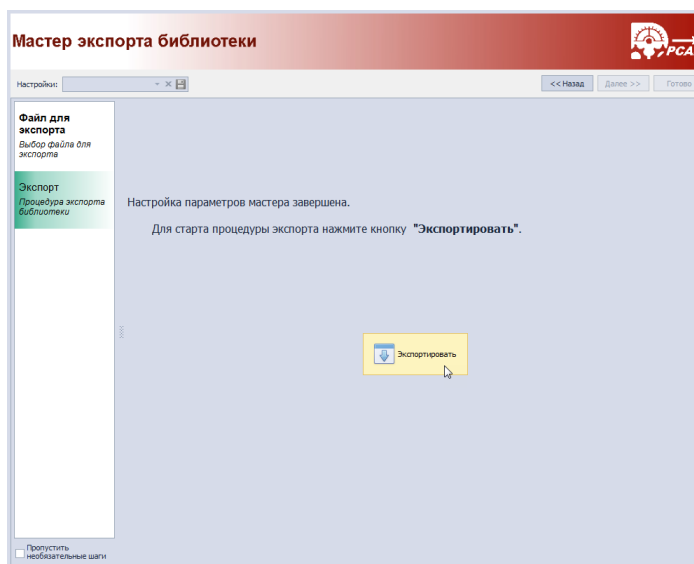

Рис. 42 Старт экспорта
4. Нажать на кнопку «Экспортировать» и дождаться окончания экспорта, см. Рис. 42.